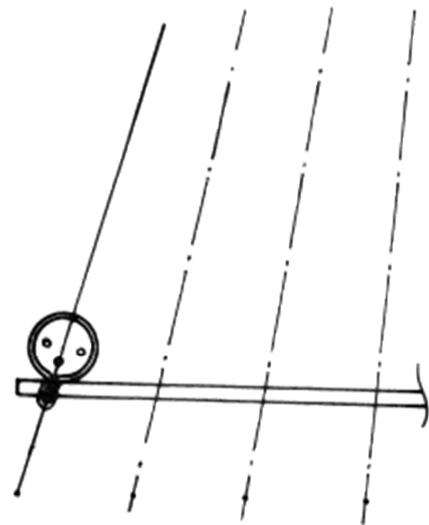

Abb. 16: Aufnahmeplatte für Rüsteisenrohling ==>
2. Schmirgeln und Polieren beider Seiten auf 0,5 mm Dicke. Hierfür wird eine Aufnahmeplatte vorgeschlagen, die gleichzeitig auch zur Bearbeitung der Schmalseiten eingesetzt werden kann (Abbildung 16).
6. Schaft auf 0,5 x 0,9 mm mit Verjüngung und Platte auf 1,9 x 2,8 mm bearbeiten und Kanten brechen (Abbildung 19). Neben Schmirgelbrettchen und kleiner Feile braucht man hier das Aufnahmebrettchen aus Abbildung 16.